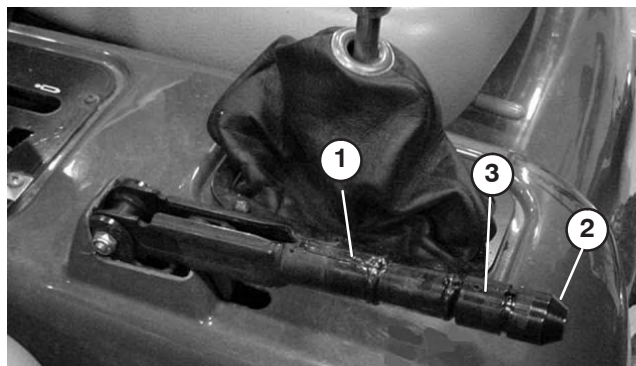

Figure 67
2. Desserrez la vis de fixation du bouton sur le levier de frein de stationnement (Fig. 67).